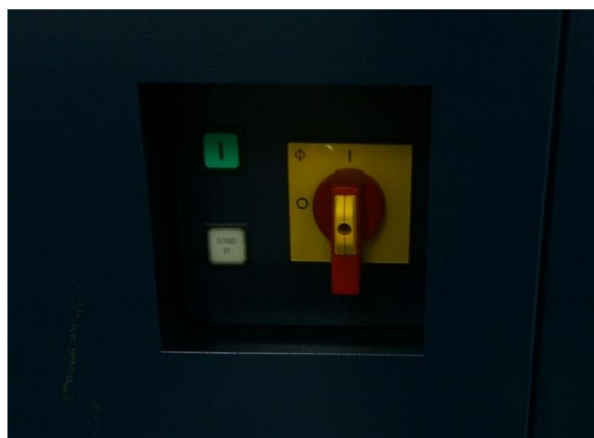

图 2-1
2.2.4 关闭主机电源：衍射仪左侧下面，将白色 “standby” 按钮按下，然后将红色旋钮放在 “0” 的位置，（图 2-1）。